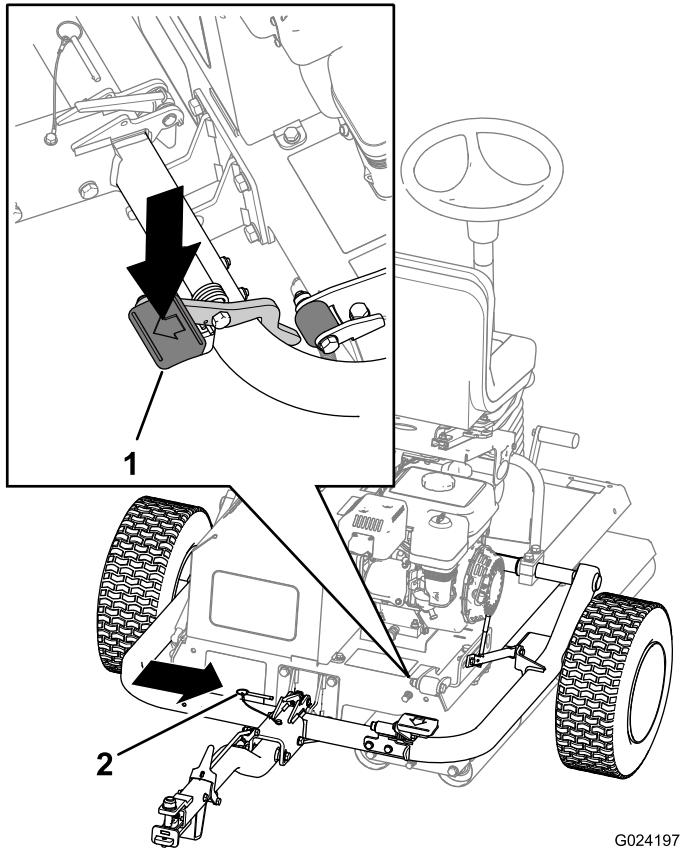

図 17
- ヒッチペダルを踏んで、ヒッチをロックする図 17。
- D. ロッキングピンを入れる図 17。